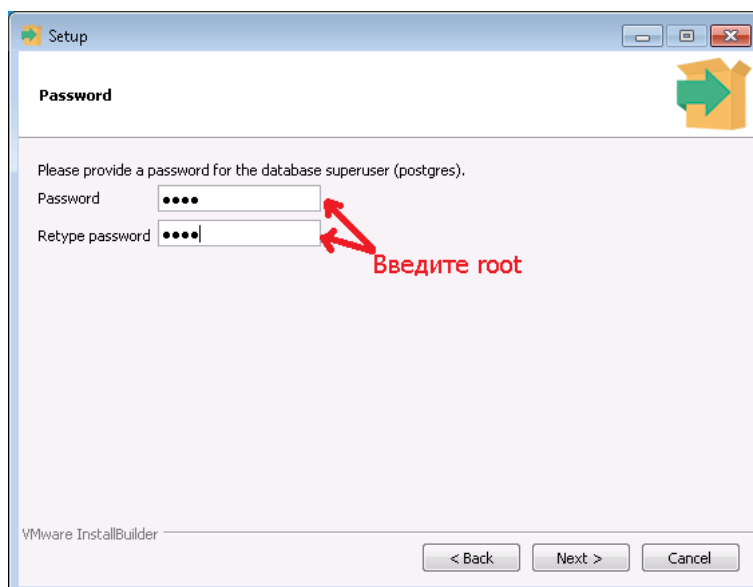

Рисунок 6.6 — Установка пароля для суперпользователя БД
4. Введите пароль **root** для суперпользователя и нажмите кнопку *Next* (см. рисунок 6.6).